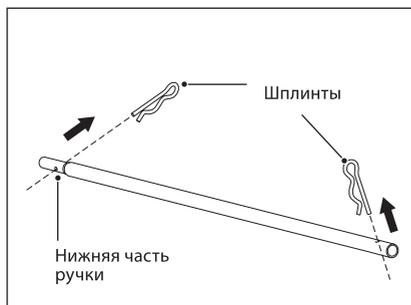
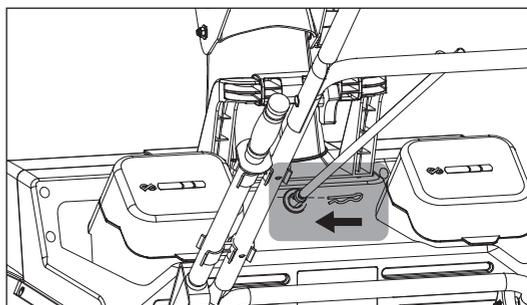

Рис. 5
Рис. 6
- Снимите шплинты с ручки (рис. 5). Установите нижнюю часть ручки в держатель на нижней стойке и зафиксируйте шплинтом (рис. 6).